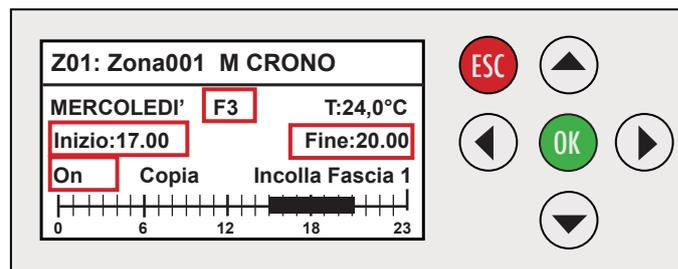

Fig. 163
- 3.1 Se si intende impostare la fascia F3 premere il tasto **OK**, spostarsi con il tasto freccia **◀** posizionandosi su F2. Con il tasto freccia **▼**, selezionare F3. (Fig.163)
- 3.2 Spostarsi con il tasto freccia **▶** su "On" e premere il tasto **OK** per confermare l'attivazione della fascia oraria F3. (Fig.163)
- 3.4 Con il tasto freccia **▶** spostarsi su "Inizio:13:00". Con il tasto freccia **▲** impostare l'ora di inizio (17:00). (Fig. 163)
- 3.5 Con il tasto freccia **▶** spostarsi su "Fine:17:15". Con il tasto freccia **▲** impostare l'ora di fine (20:00). (Fig. 163)